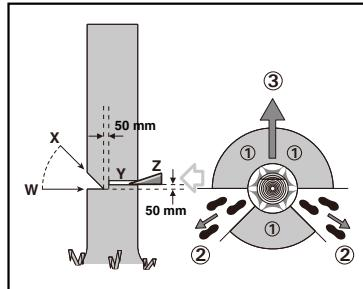

Figure 1
Prévoir et dégager un chemin d'évacuation autant que nécessaire avant de commencer les coupes. Le chemin d'évacuation doit s'étendre à l'arrière et diagonalement derrière la ligne de chute prévue comme illustré à la Figure 1.
Pratiquez une entaille égale à 1/3 du diamètre de l'arbre, perpendiculaire à la direction de chute comme illustré à la Figure 1. D'abord effectuer l'entaille inférieure horizontale (W). Cela évite que la chaîne ou la barre de guidage ne se coince pendant l'exécution de la deuxième entaille (X).
Pratiquez une coupe d'abattage (Y) d'au moins 50 mm plus grande que l'entaille horizontale comme illustré à la Figure 1. Effectuer la coupe parallèlement à l'entaille horizontale. Scier de façon qu'il reste un dos (latte de coupe) qui sert de charnière. Cette charnière évite que l'arbre ne tourne et tombe dans la mauvaise direction. Ne pas scier complètement le dos. Lorsque la coupe d'abattage approche du dos, l'arbre devrait commencer à tomber. S'il s'avère que l'arbre ne tombe probablement pas dans la direction souhaitée ou qu'il se penche vers l'arrière et que la chaîne de la tronçonneuse coince, interrompre la coupe et utiliser des coins en bois, en matière plastique ou en aluminium (Z) pour faire revenir l'arbre dans la direction souhaitée et pour ouvrir la coupe (1).